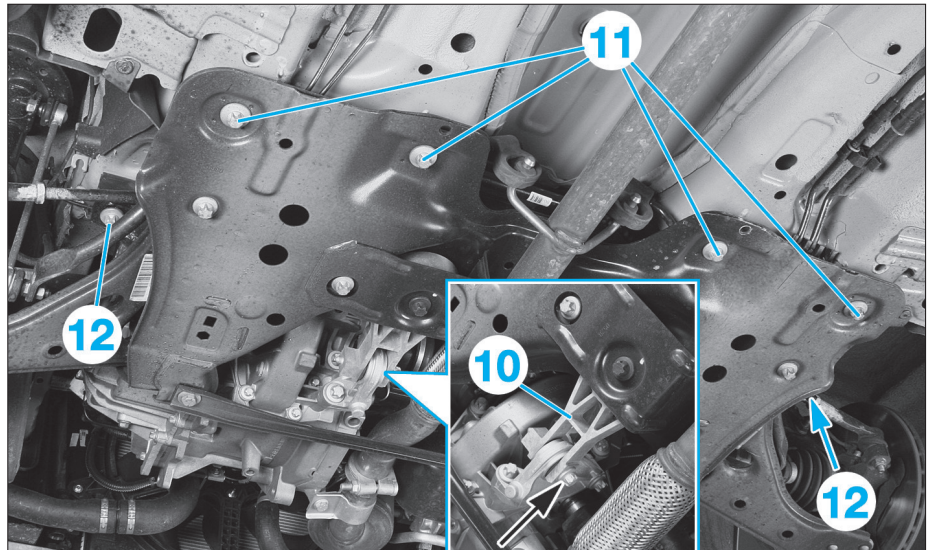

Fig. 13
- Déposer le tirant antibasculement (10) (Fig.13).
- Déposer les vis (11) et (12).